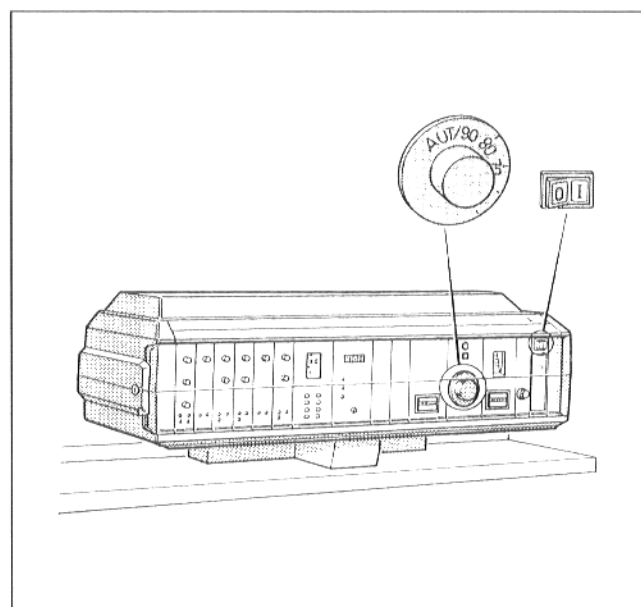

Fig. 2: Aparato de regulación; puesta en servicio del quemador
- Poner el interruptor para el funcionamiento (fig. 2) en la posición I (ON).
- Ajustar el regulador de temperatura del agua de la caldera (fig. 2) a la temperatura deseada. En la "regulación Ecomatic", poner en posición "AUT".
- Poner el interruptor para el funcionamiento (fig. 2) en posición 0 (OFF).